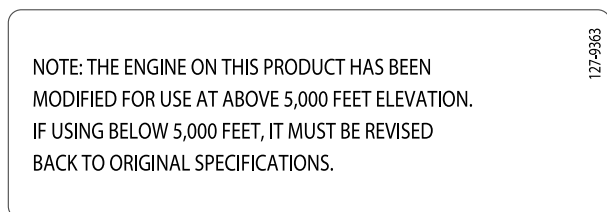

Figure 3
**Important:** Si vous utilisez la machine au-dessus de 1 500 m pendant une période continue, veillez à installer le kit pour haute altitude afin que le moteur réponde aux normes antipollution CARB/EPA. Le kit pour haute altitude accroît les performances du moteur tout en prévenant l'encrassement des bougies, les difficultés de démarrage et l'augmentation des émissions polluantes. Après avoir installé le kit, apposez l'étiquette relative à l'utilisation à haute altitude sur la machine, près de l'autocollant du numéro de série. Contactez un concessionnaire-réparateur Toro agréé pour vous procurer le kit haute altitude et l'étiquette associée pour votre machine. Pour trouver le concessionnaire le plus proche, consultez notre site web sur [www.Toro.com](http://www.Toro.com) ou contactez le service client de Toro au(x) numéro(s) indiqué(s) dans votre Déclaration de garantie de conformité à la réglementation antipollution. Déposez le kit du moteur et rétablissez la configuration d'origine du moteur si vous devez utiliser la machine en dessous de 1 500 m. Si le moteur a été converti pour l'usage à haute altitude, ne le faites pas tourner à une altitude inférieure, au risque de le faire surchauffer et de l'endommager. En cas de doute concernant la conversion de votre machine pour l'usage à haute altitude, consultez l'étiquette suivante (Figure 3).